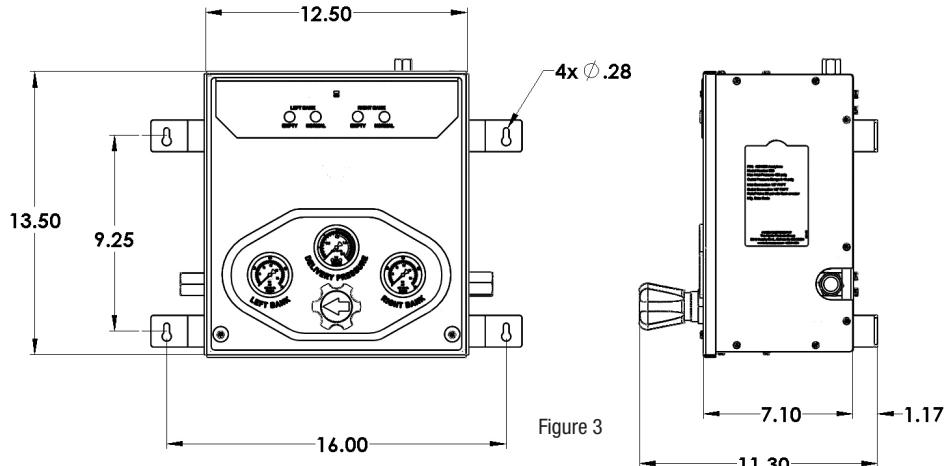

Figure 3
- Le boîtier de contrôle doit être attaché à un mur ou à une autre structure solide de façon à ce que les raccords d'entrée du boîtier soient à environ 60 po (150 cm) du sol. Cette hauteur peut varier légèrement en fonction de la hauteur de la bouteille. Les dimensions pour le montage du boîtier de contrôle apparaissent dans la figure 3. Les goujons de fixation horizontaux doivent être positionnés à 16 po et les goujons de fixation verticaux à 9,25 po. Le boîtier n'est pas accompagné du matériel de montage. Le client devra choisir les fixations adaptées à la surface de montage.